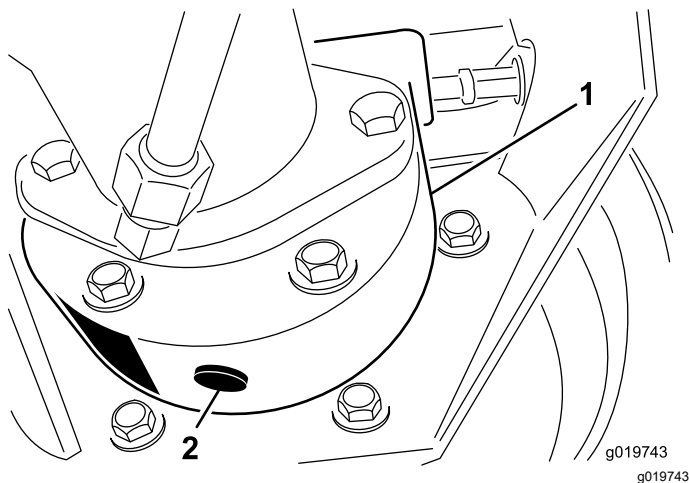

Bild 87
3. Stellen Sie ein Auffanggefäß unter das Bremsgehäuse, entfernen die Verschlusschraube und lassen das Öl ablaufen (Bild 87).